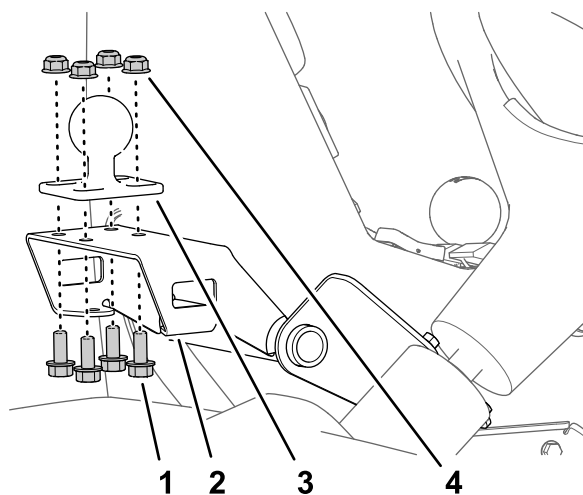

Figura 163
1. Monte a montagem da rótula no suporte da montagem do monitor (**Figura 163**) com os quatro parafusos de cabeça flangeada (5/16 pol. x 3/4 pol.) e as quatro porcas de bloqueio flangeadas (5/16 pol.).